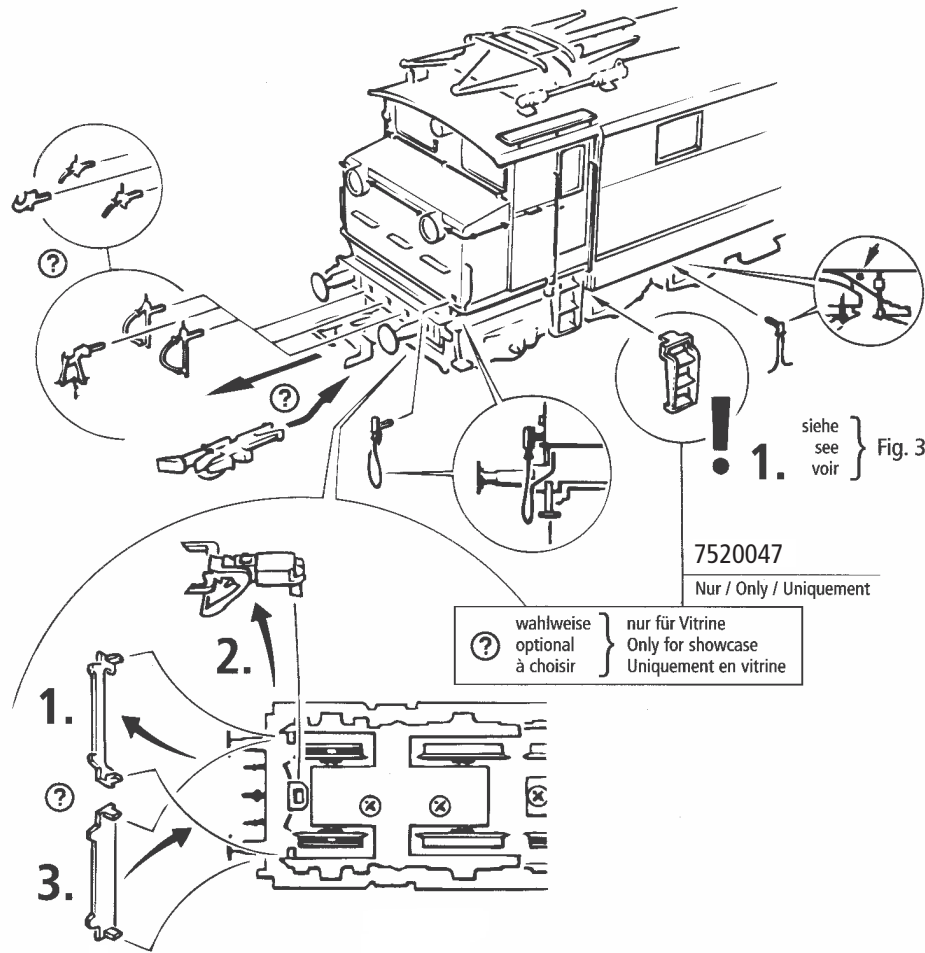

Fig. 3
Mehrzugbetrieb: Zuerst Lokgehäuse abnehmen (Fig. 3). Danach den Brückenstecker aus der Schnittstelle entfernen (diesen sorgsam aufbewahren). Danach den Stecker des Dekoders lagegerecht einsetzen (Fig. 7).
2. Schmierung: Versehen Sie die im Schmierplan in Fig. 6 gekennzeichneten Stellen mit nur **kleinen Öltropfen**. Dazu zuerst das Lokgehäuse abnehmen (Fig. 3). Wir empfehlen den ROCO **Öler Art.-Nr. 10906**. Fürs Schmieren der Getriebeteile (Zahnräder, Schnecke) empfehlen wir das **ROCO-Spezialfett Art.-Nr. 10905**. Im Falle der Schmierung diese Teile **nicht ölen**.
4. Motorwechsel: Lokgehäuse abnehmen (Fig. 3). Danach wird der Motor ausgebaut und ausgetauscht (Fig. 8).
2. Lubrication: Apply **tiny oil drops** to spots marked in fig. 6. Prior to lubrication dismantle locomotive (fig. 3). We recommend using item no. **10906, ROCO oiler**. For lubrication the gearparts (e.g. cogwheels, worm) we would recommend our ROCO **special grease** (item no. **10905**).
4. Motor Changing: First remove loco body (fig. 3), and then the motor (fig. 8).
2. Graissage: N'appliquez **qu'une toute petite goutte** aux endroits indiqués par le plan de graissage (fig. 6) après avoir démonté la caisse de la locomotive (fig. 3). Nous vous recommandons **le graisseur à huile ROCO réf. 10906**. Pour graisser les engrenages (roues dentées, vis sans fin) nous vous conseillons la **graisse spéciale ROCO réf. 10905** pour engrenages en matières synthétiques. Lorsque vous utilisez cette graisse il faut éviter d'huiler ces composants.
4. Remplacement du moteur: Démontez la caisse (fig. 3). Démontez ensuite le moteur (fig. 8).
voir } Fig.3